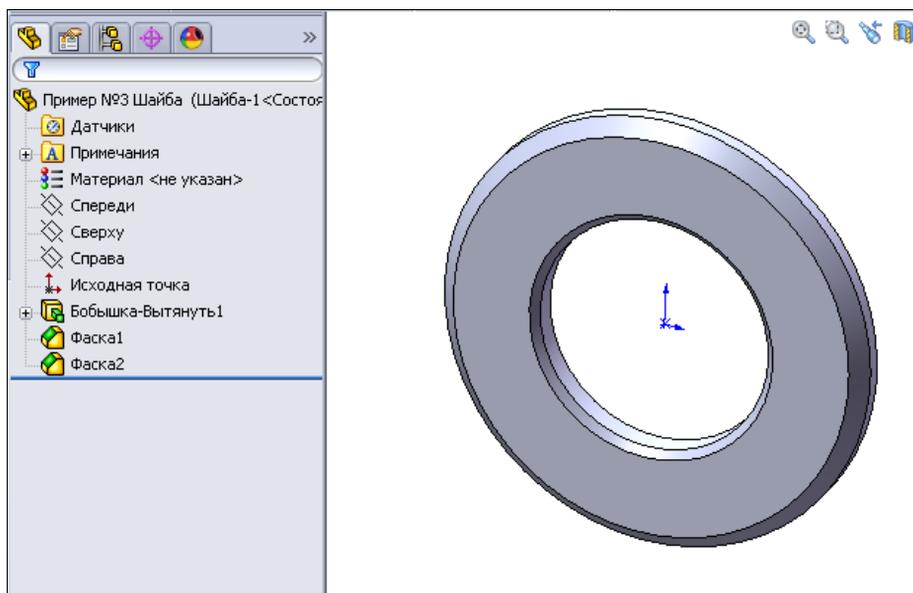

Рис. 3.41
- Нажмем кнопку для того, чтобы закончить создание новой конфигурации. В результате на экране появится изображение созданной конфигурации (рис. 3.41).